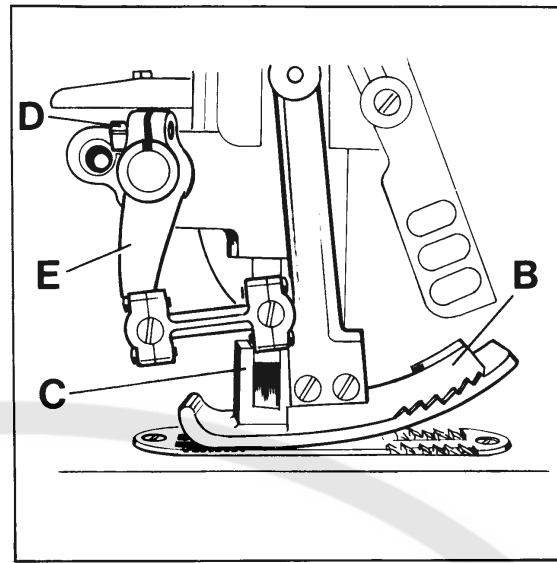

Fig. 18
Assemble the upper feed dog (B, Fig. 18) and the presser foot (C). The upper feed dog (B) should not push against the front or rear end when moving in the slots of presser foot (C).
Montieren Sie den Obertransporteur (B, Fig. 18) und den Drückerfuß (C). Der Obertransporteur (B) darf bei seiner Bewegung in den Schlitten im Drückerfuß (C) weder vorne noch hinten anstoßen.
For setting the upper feed dog with respect to the slot ends in the presser foot and the tooth spaces of the lower feed dog, loosen screw (D, Fig. 18) and turn drive lever (E) accordingly to the front or rear. Retighten screw.
Zum Einstellen des Obertransporteurs im Bezug zu den Schlitzenden im Drückerfuß und zu den Zahnlücken des unteren Transporteurs, lösen Sie die Schraube (D, Fig. 18) und schwenken den Antriebshebel (E) entsprechend nach vorne oder hinten. Ziehen Sie Schraube wieder an.
Beim Rückweg muß der Obertransporteur so hoch abheben, daß kein Nähgut entgegen der Nährichtung gezogen wird. Die Bewegung muß so eingestellt sein, daß die hinteren vier Zähne des Obertransporteurs (B, Fig. 18) beim Abheben noch mit etwa 1/3 ihrer Höhe in den Drückerfußschlitzen sind.